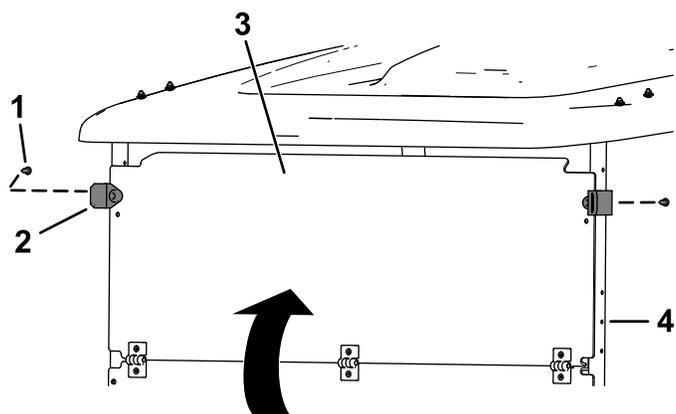

图 2
1. 展开风挡并用 2 个橡胶夹和上部孔中的 2 个短塑料铆钉将风挡的上部固定至顶篷支撑管图 2。